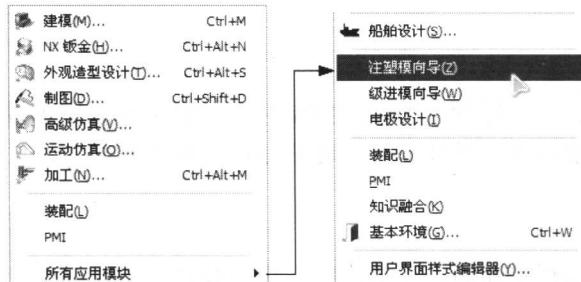

图 1-6 起始按钮进入“Moldwizard”操作环境
- (1) 单击“标准”工具栏上的^{起始}按钮，此时弹出下拉菜单，如图 1-6 所示。该下拉菜单列出了各种功能模块的名称，依次选择菜单“所有应用模块”→“注塑模向导”命令即可。